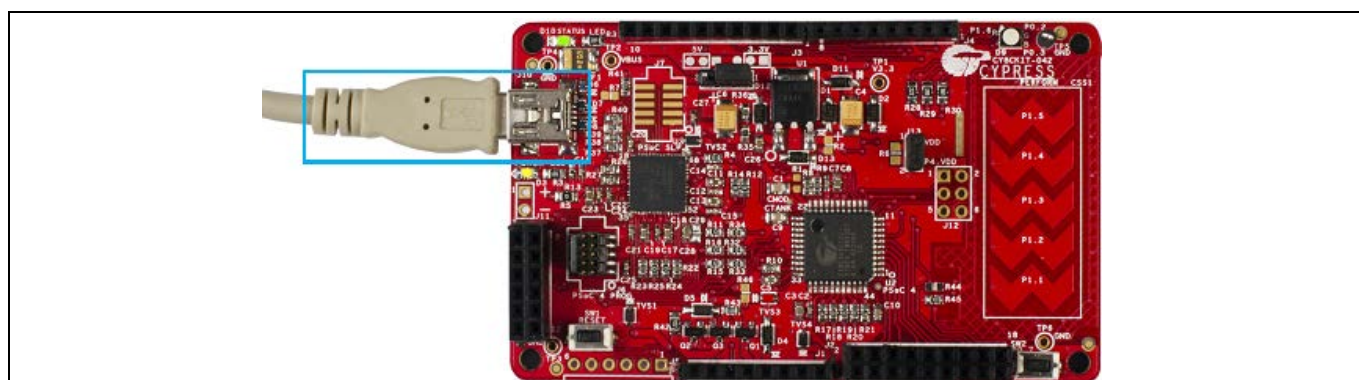

Figure 19 USB ケーブルを CY8CKIT-042 の J10 に接続
1. **Figure 19** に示すように、まず CY8CKIT-042 を USB ケーブル (電源を供給) を介して PC に接続します。